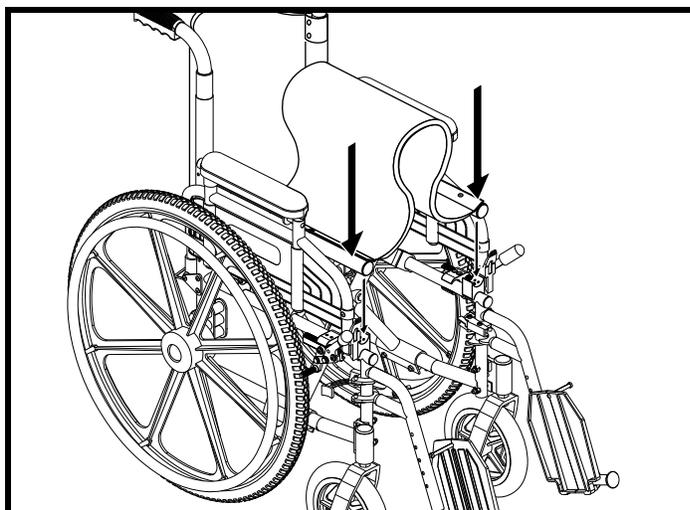

Figure 8. Pour ouvrir le Stylus
2. Placez vos paumes de mains sur les longerons de la croix. Voir la figure 8.